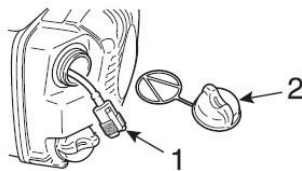

Fig. 18
ATTENZIONE! Se il motore della motosega facesse fatica ad avviarsi, controllare il filtro del carburante (Fig. 18-①) e qualora fosse ostruito sostituirlo.
1. Svitare il tappo del serbatoio del carburante (Fig. 18-②).
2. Estrarre il filtro del carburante (Fig. 18-①) dal serbatoio con un uncino metallico.
3. Filtro del carburante ostruito	3. Sostituire il filtro del carburante (Fig. 18-①) con uno nuovo (vedi paragrafo "FILTRO DEL CARBURANTE")